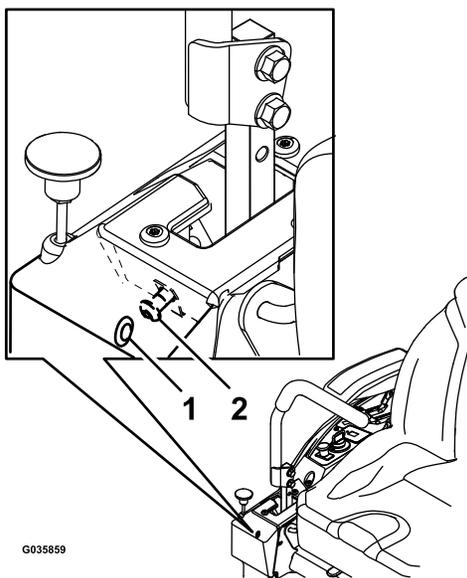

Figure 79
6. Si la machine se déporte à droite, insérez une clé hexagonale de 3/16 po dans le trou d'accès du panneau de couvercle avant droit et tournez la vis de réglage de l'alignement dans le sens horaire ou antihoraire pour ajuster la course du levier (Figure 79).
7. Si la machine se déporte à gauche, insérez une clé hexagonale de 3/16 po dans le trou d'accès du panneau de couvercle avant droit et tournez la vis de réglage de l'alignement dans le sens horaire ou antihoraire pour ajuster la course du levier (Figure 79).